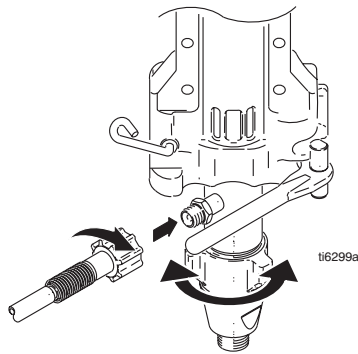

FIG. 26
4. FIG. 26. Cierre la puerta de la bomba y gire el pestillo. No lo apriete.
5. FIG. 26. Gire la bomba para alinear la manguera de pintura y conecte la manguera de pintura y apriete a mano a un par de 70 in-lb.